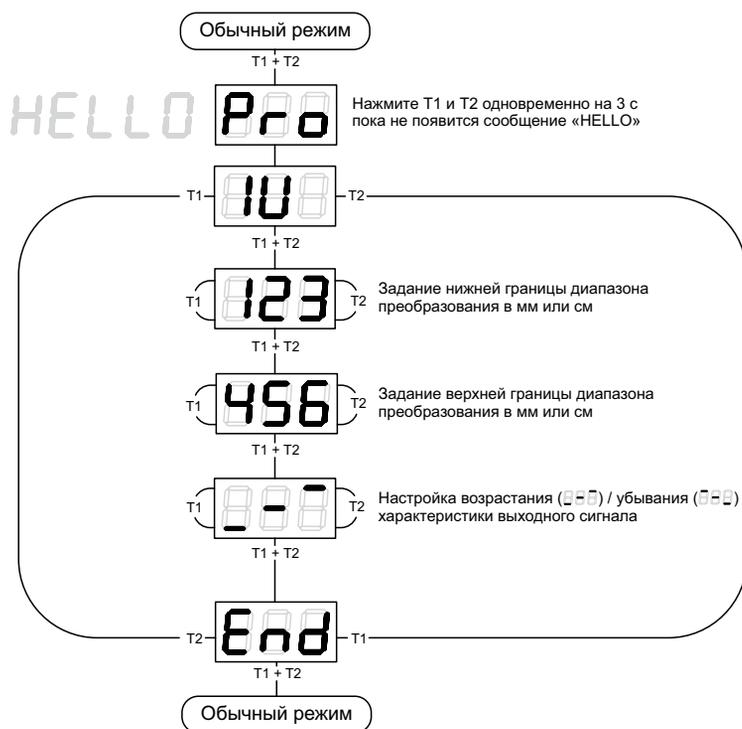

Рисунок 18 – Задание параметров с использованием LED – дисплея для датчика mic+.../IU/TC
- 1) С использованием LED – дисплея, задание числовых параметров диапазона преобразования (см. рисунок 18);